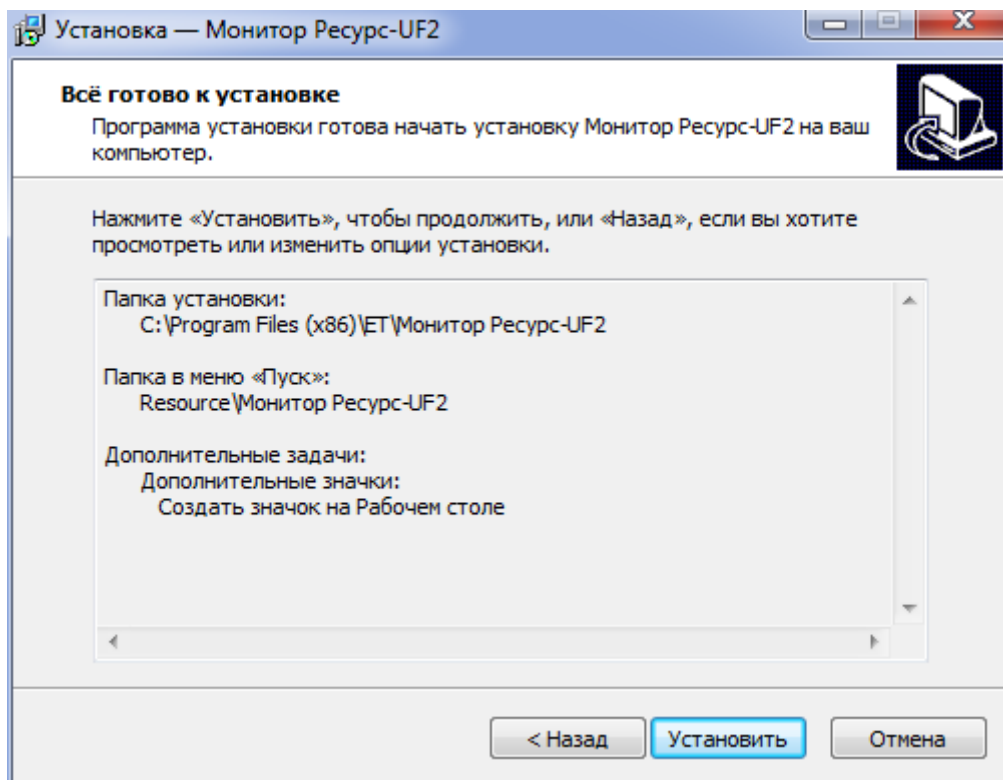

Рисунок 2.4 Диалог «Начало установки»
2.2.4 После ввода всей необходимой информации программа выводит окно «Начало установки» (рисунок 2.4), где сообщает о готовности к копированию файлов.